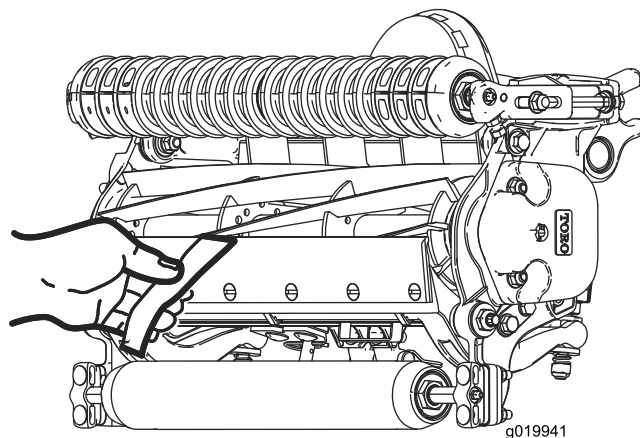

図 19
10. 切れ味確認用のペーパートロのパーツ番号 125-5610を一枚、リールと下刃との間に、下刃に対して直角になるように差し入れて、カuttingユニットの切れ味をテストする 図 19。**ゆっくりと** リールを回転させるこれで紙が切れれば合格である。